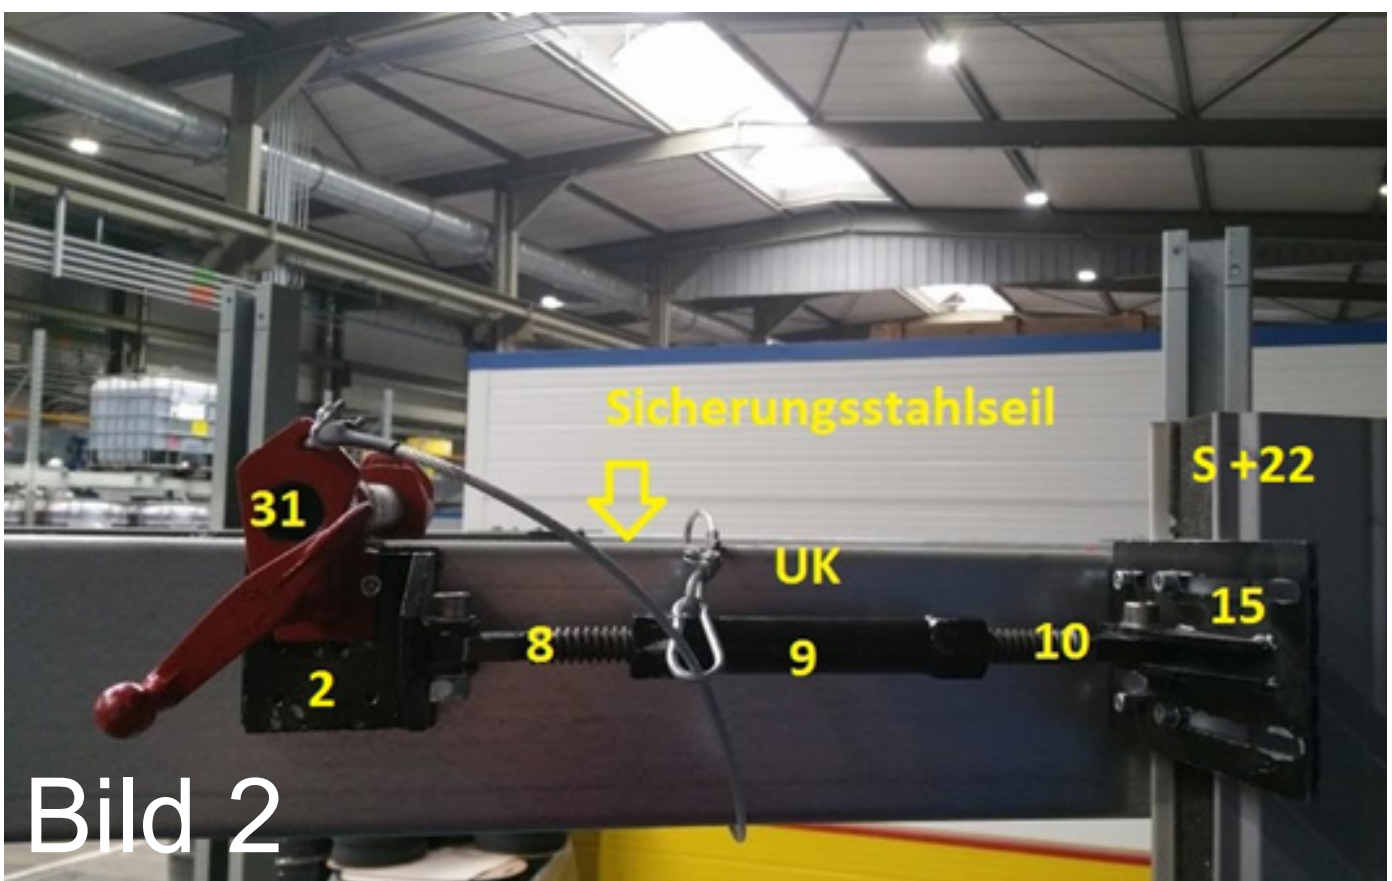

Bild 2
Druckbacken entsprechend der Nutausbildung und der Elementdicke  $S$  (22) einstellen, Fig. 2 und Fig. 3.
Die Befestigung der Vorrichtung erfolgt über die Klemmeinrichtung 31 durch Drehen der Handkurbel an der Unterkonstruktion, Bild 2. Wenn diese Befestigungsart nicht möglich ist, entfernen Sie die Klemmeinrichtung 31 von der Halterung 2. Danach kann eine Fixierung der Andruckvorrichtung mit einem Befestigungsmittel durch die Bohrung in der Halterung 2 in der Unterkonstruktion erfolgen.